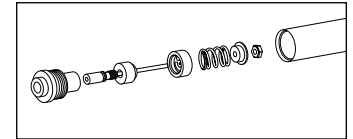

Fig. 5
2. Retire de la varilla del amortiguador la válvula de la base del tubo superior. Fíjese en la orientación de la válvula de retención, el plato de retención, la arandela ondulada y la corredera. (Fig. 5).